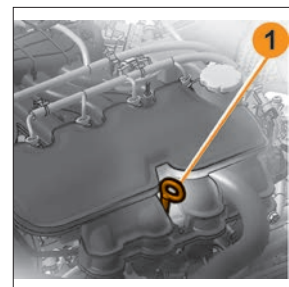

Рис. 4. Проверка уровня масла в картере двигателя
автомобиля LADA Vesta (кузов «универсал») для зарядки аккумуляторов внешних периферийных устройств (ноутбук, планшетный компьютер, смартфон) предусмотрена розетка USB (рис. 4, поз. **2**) с номинальным напряжением 5 вольт (V) и номинальным током нагрузки не более 2 ампер (A). Для подключения заряжаемого устройства должен быть использован разъем USB, тип A.